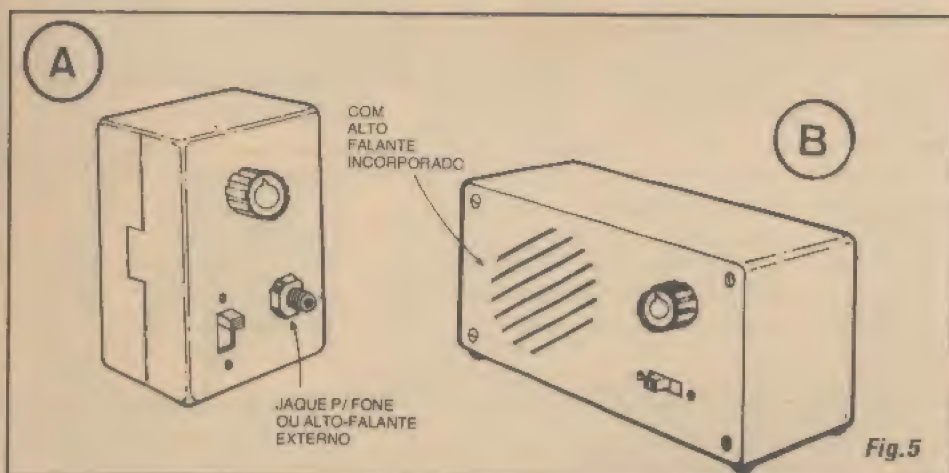

Fig. 5
- **FIG. 5 - SUGESTÕES PARA ACONDICIONAMENTO E ACABAMENTO DO RELAX...** - Se for pretendido o uso de fone, ou mesmo de alto-falante *externo* (acionado, eventualmente, num pequeno sonofletor...), nossa sugestão encontra-se na figura 5-A que é *auto-explicativa*... Quem quiser incorporar definitivamente o alto-falante ao conjunto, mantendo-o *dentro* da caixa, poderá adotar a sugestão 5-B (também muito óbvia, não necessitando de maiores detalhamentos...). Apenas um ponto vale comentar, referindo-se à alimentação: se a opção for correspondente ao *modelo 5-A*, o par de baterias *vai bem*, instalado dentro da caixa, com tudo muito bem *calçado* com pedaços de espuma de *nylon* ou *isopor*, para que nada fique *dançando* dentro do *container*...; já a opção pelo alto-falante incorporado (5-B) em definitivo, recomenda a alimentação por fonte (embora nada impeça o uso das baterias, apenas que terão uma durabilidade provavelmente *menor* do que a verificada com o uso básico de fones, apenas esporadicamente funcionando com alto-falante...), com esta montada dentro da caixa, sobressaindo na traseira o *rabicho* (cabo de força com *plugue* C.A.) para conexão à tomada da parede... Na próxima figura, temos o diagrama da fonte (muito simples...) sugerida, para tal caso...